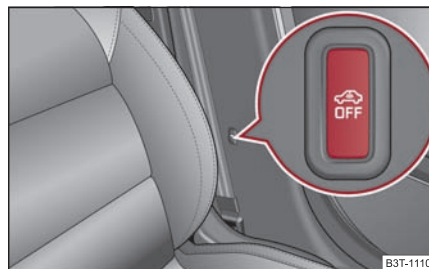

Fig. 49 Touche pour la surveillance de l'habitacle et la surveillance de la protection anti-remorquage
- Appuyez sur la touche  sur le montant central côté conducteur ⇒ page 54, fig. 49, l'éclairage du symbole  dans la touche passe de rouge sur orange.